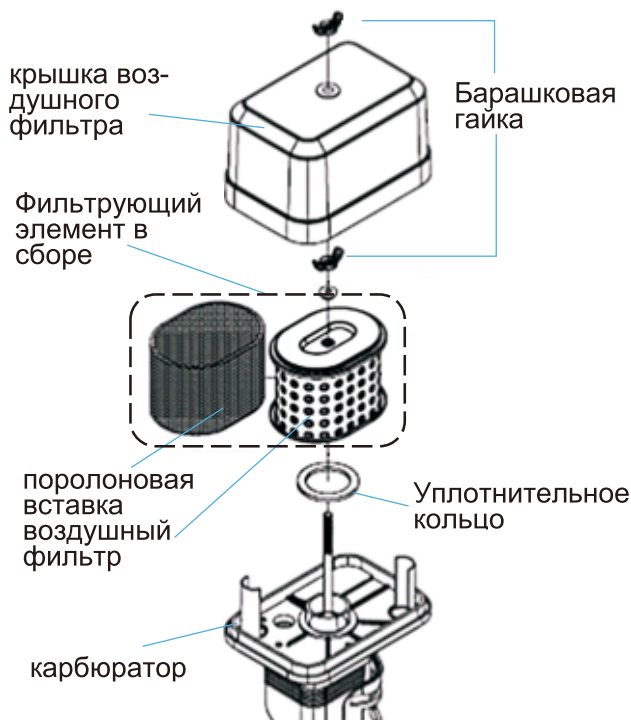

Рис. 23
**ОСТОРОЖНО!** Никогда не запускайте двигатель без воздушного фильтра. Попадающие в двигатель мелкие частицы приведут к ускоренному износу цилиндропоршневой группы двигателя и дорогостоящему негарантийному ремонту. Для очистки извлеките фильтрующий элемент, (см. рис. 23)